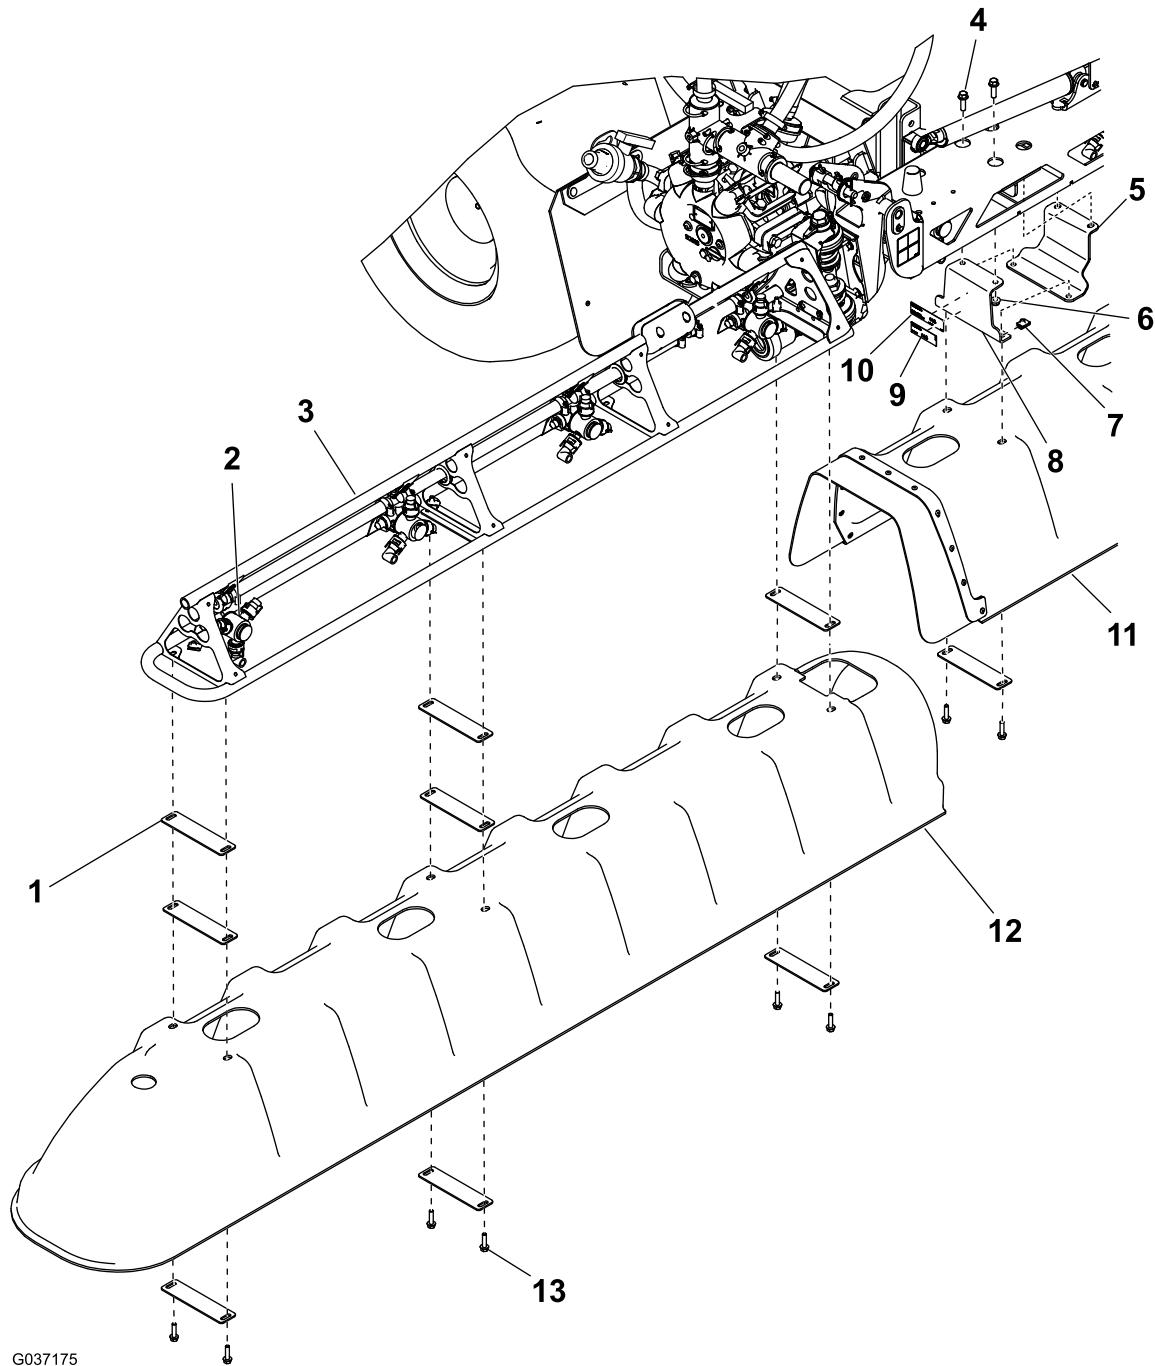

Bild 14
Befestigen Sie den Aufkleber mit den Modell- und Seriennummern und den Aufkleber der Aufsichtsbehörde an einer Halterung des mittleren Auslegers, wie in Bild 14 abgebildet.
1. Befestigen Sie jede der zwei mittleren Halterungen und Ausleger-Befestigungsplatten mit zwei Sechskantschrauben (3/8" x 1 1/4") und zwei Bundmuttern (3/8") am mittleren Ausleger, wie in Bild 14 abgebildet.
2. Befestigen Sie die mittlere Abdeckung mit vier U-Muttern, zwei Scheibenplatten und vier Sechskantschrauben (5/16" x 1 1/4") an den Halterungen des mittleren Auslegers, wie in Bild 14 abgebildet.
2. Befestigen Sie eine der Abdeckungen für den Seitenausleger (Bild 14) mit acht Scheibenplatten, sechs Sechskantschrauben (5/16" x 1 1/4") und sechs U-Muttern.
Hinweis: Legen Sie Unterlegscheiben zwischen den äußen Auslegerabdeckungen und den Trägerrahmen des äußen Auslegerabschnitts ein, um bei Bedarf mehr Abstand zwischen den Abdeckungen zu erreichen, siehe Bild 14.